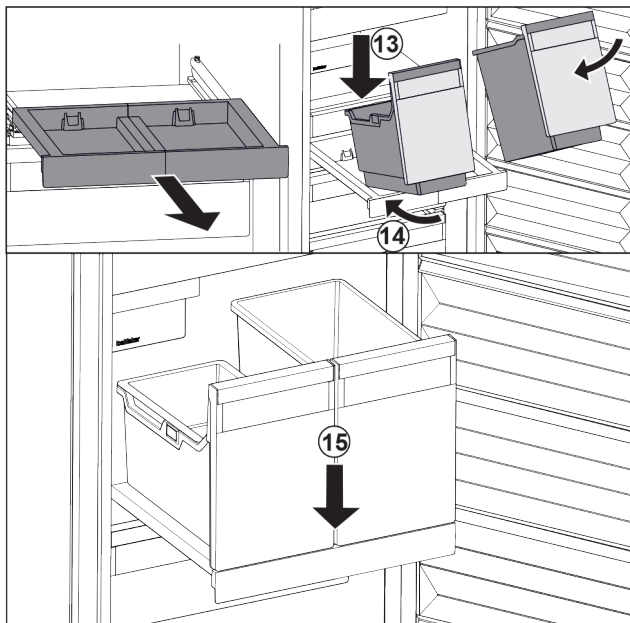

Fig. 129
- ▶ Nasadíte nádobu šikmo na vyťahovaciu poličku. Fig. 129 (13)
- ▶ Zasuňte nádobu šikmo dozadu. Fig. 129 (14)
- ▶ Zložte nádobu vpredu. Fig. 129 (15)